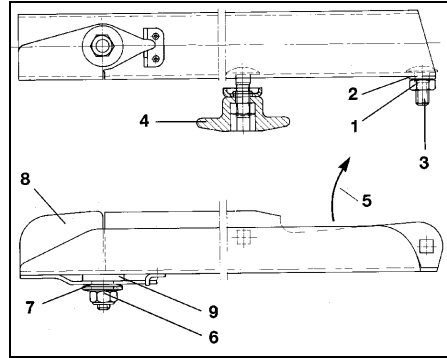

Fig. 60
- Selbstsichernde Mutter (Messing CuZn) (Fig. 60/6) lösen und einschließlich Tellerfedern (Fig. 60/7) entfernen.
- Schwenkflügel (Fig. 60/8) auswechseln.
Auf Kunststoffscheibe (Fig. 60/9) zwischen Streuschaufel und Schwenkflügel achten.
- Selbstsichernde Mutter (Fig. 60/6) mit Drehmoment von 6 - 7 Nm anziehen, so dass der Schwenkflügel noch von Hand verschwenkbar ist, aber im Einsatz nicht selbsttätig nach oben schwenkt.